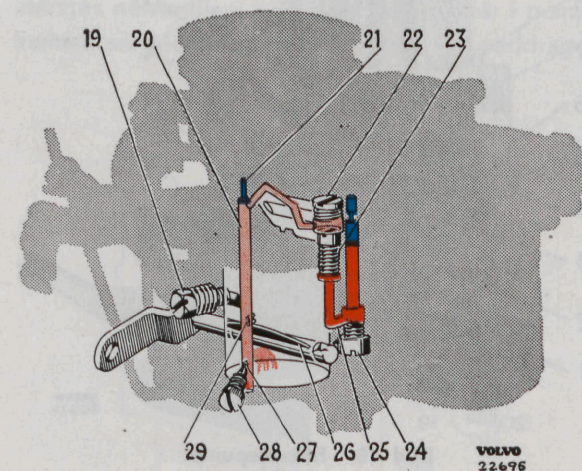

Bild 12. Tomgång.
När motorn går på tomgång är gasspjället nästan helt stängt (reglerat med en stoppskruv 19, bild 12) varigenom vakuumet omkring och under spjället blir stort. Sugningen genom tomgångshålet (27) blir då stark varvid bränsle suges upp från kanalen ovanför huvudmunstycket (24) genom ett kalibrerat hål (25) och tomgångsmunstycket (23) till tomgångskanalen som mynnar ut i förgasarlansen med ett större (27) och två mindre hål (29). Luft tillföres genom dels ett hål (21) under luftspjället dels genom ett luftmunstycke (22) ovanför tomgångsmunstycket.